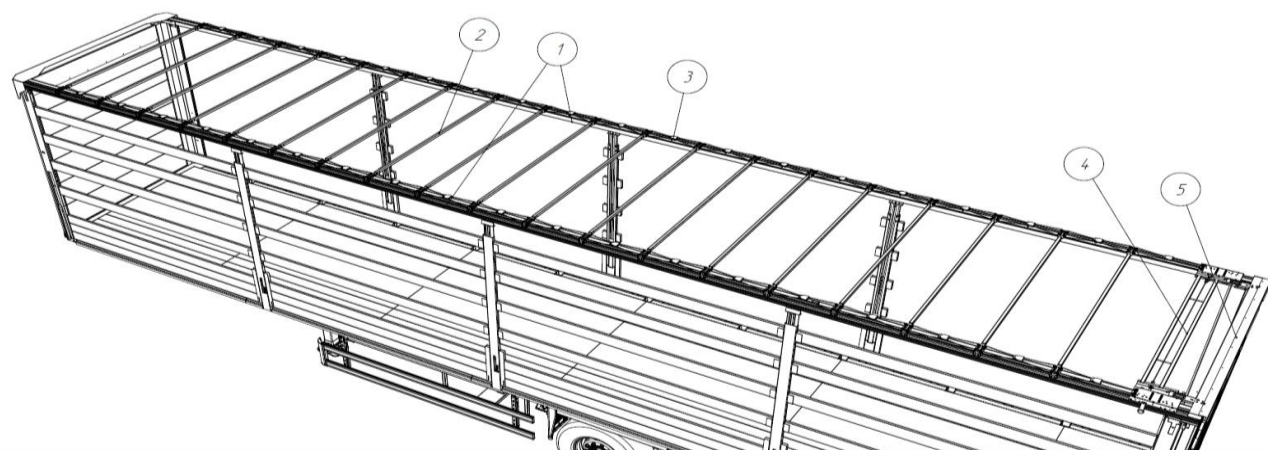

Рис. 1.22 – Сдвижная крыша
Сдвижная крыша (рис. 1.22) является каркасом для крышного тента и состоит из двух боковых профилей (1), промежуточных дуг (2), складных пластин (3), заднего механизма (4) и козырька (5).